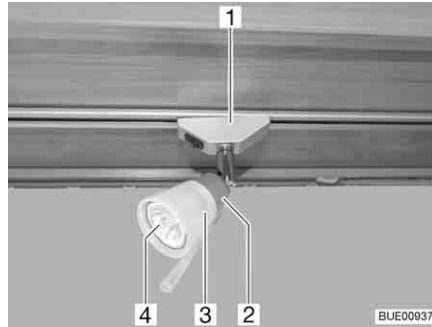

Bild 270 Halogenspotlight (förskjutningsbar)
- Vrid halogenspotlighten (Bild 270,1) 90° och ta av den från skenan.
- Vrid lampskärmen (Bild 270,3) moturs.
- Dra försiktigt av lampskärmen med halogenglödlampan (Bild 270,4) från sockeln (Bild 270,2).